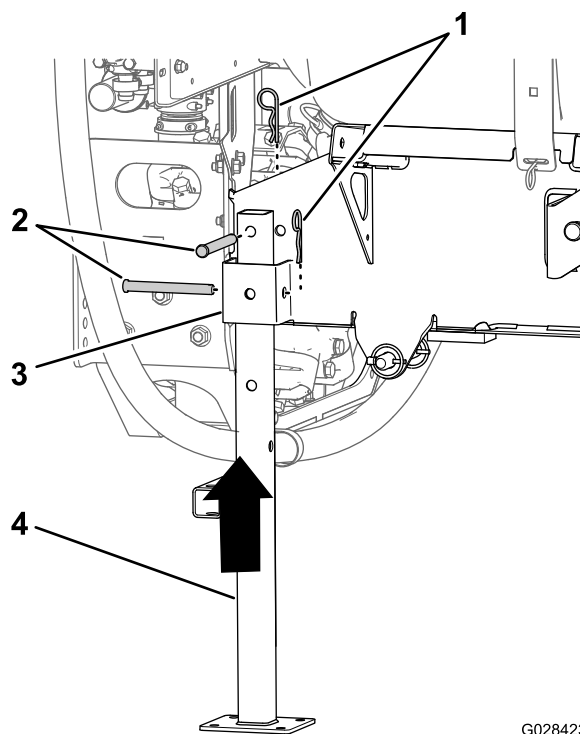

図 131
5. 後用のジャッキスタンドを、後部のジャッキスタンド受けに合わせる図 131。
6. ジャッキスタンド上部の穴を、タンクスキッドのフレームの穴に合わせる図 131。
7. ジャッキスタンドをスタンド受けとフレームに固定するクレビスピン $\frac{1}{2} \times 4\frac{1}{2}"$ 2本、ヘアピン $\frac{5}{32} \times 2\frac{5}{8}"$ 2本を使用して図 131のように取り付ける。